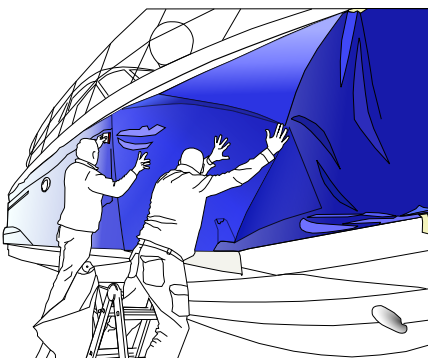

Figure 04
- › Procéder ainsi jusqu'à la pose complète du film. (FIG. 04)